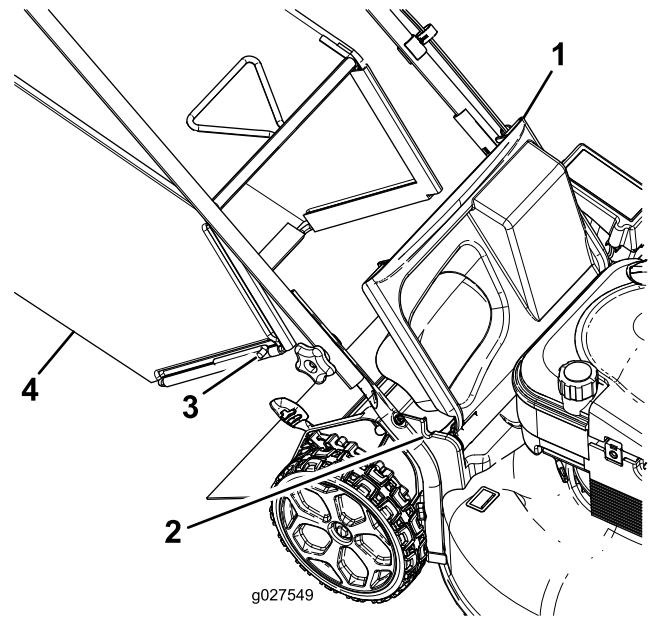

Bild 19
1. Heben Sie das hintere Ablenkblech an (Bild 19).
2. Setzen Sie die Stangenenden des Fangkorbs in die Kerben an den Holmhalterungen (Bild 19).